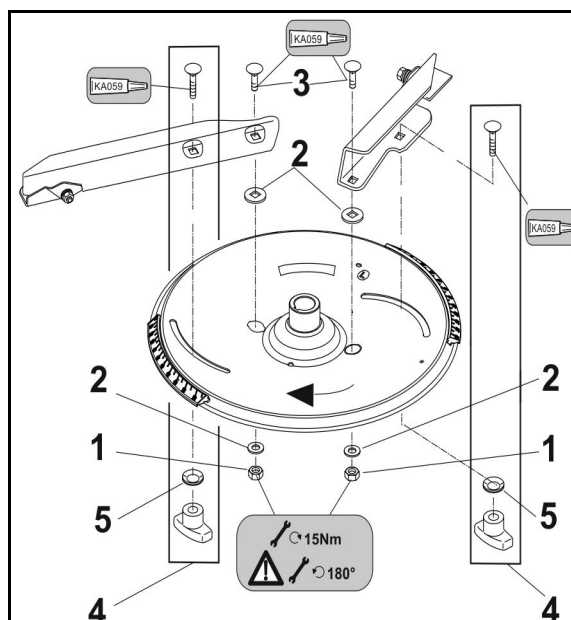

Fig. 69
Acordați neapărat atenție montajului corect al paletelor de împrăștiere! Latura deschisă a paletelor de împrăștiere în formă de U este orientată în sensul de rotație (Fig. 69/5).
10. Strângeți cu mâna piulița-fluture a îmbinării filetate cu demontare rapidă (Fig. 69/4) (fără scule).